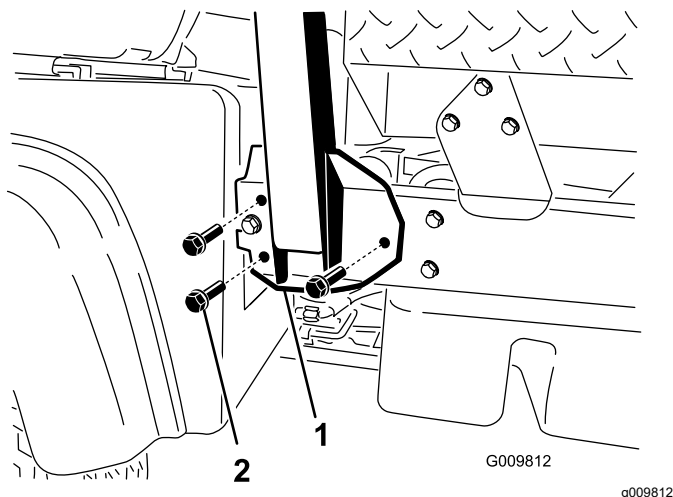

Figura 4
1. Allineate ciascun lato del ROPS con i fori di montaggio nel telaio su ciascun lato della macchina, come illustrato nella Figura 4.